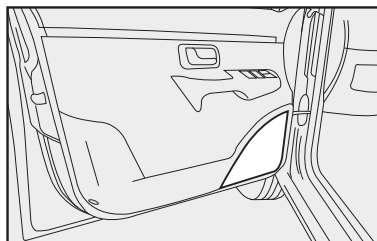

fig. 150
- Altoparlantes en las puertas delanteras **fig. 150**.